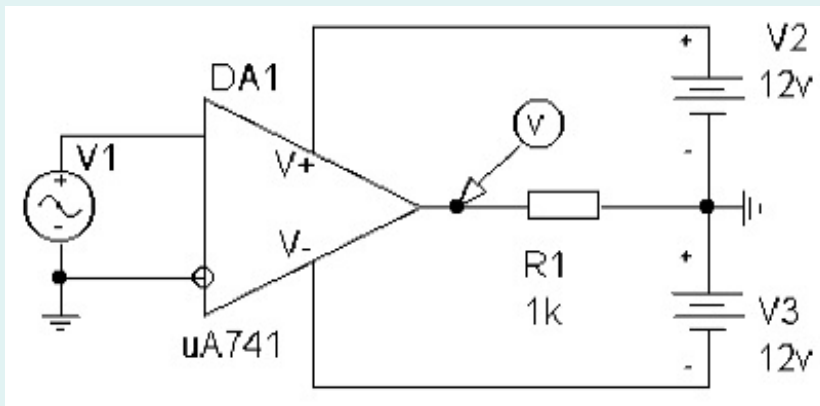
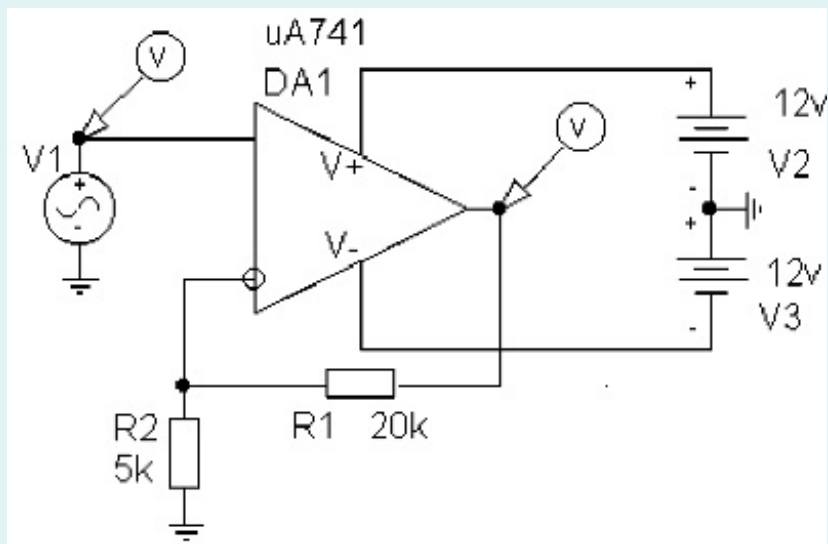
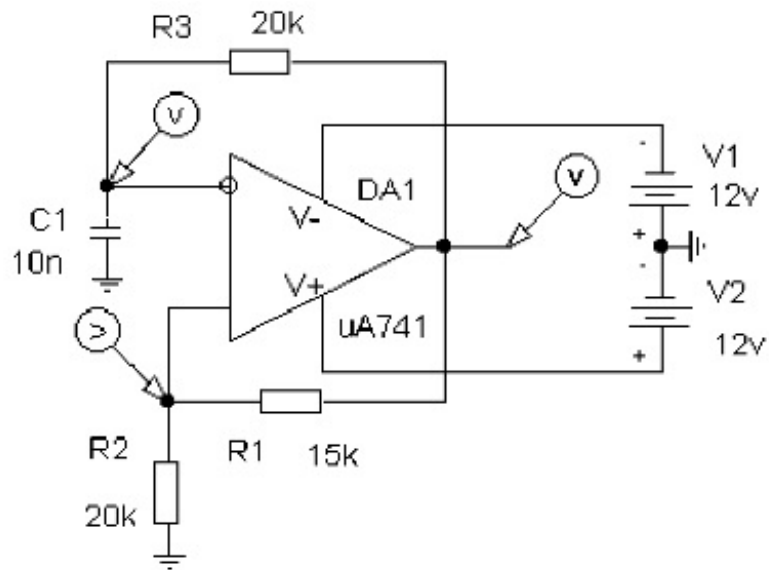

Рис. 5. Принципиальная схема подключения операционного усилителя для снятия АХ и АЧХ.
Рис. 7. Рабочая схема неинвертирующего усилителя на ОУ
Рис. 9. Схема мультивибратора на ОУ
1. Собрать схему для снятия амплитудной и амплитудно-частотной характеристик (рис. 5).
5. Собрать схему неинвертирующего усилителя (рис. 7) с параметрами, заданными в табл. 1. На вход подать синусоидальный сигнал с амплитудой 100 мВ и частотой 1 кГц и определить коэффициент усиления неинвертирующего усилителя.
7. Собрать мультивибратор (рис. 9) с параметрами элементов, указанными в табл. 1. Запустить схему и определить период следования прямоугольных импульсов.
5. Для снятия передаточной характеристики операционного усилителя необходимо собрать схему, показанную на рис. 5. Компоненты для этой схемы можно найти в библиотеке моделей: источник входного сигнала **V1 - VSIN**, источники питания **V2** и **V3 - VDC**, **операционный усилитель - uA741**, резистор - **R**, земля - **AGND** или **EGND**.
- в схеме (рис. 5) отключить и сдвинуть влево источник входного сигнала **V1**;
- собрать схему, показанную на рис. 7, воспользовавшись схемой рис. 5.
10. Для исследования работы мультивибратора необходимо используя схему на рис. 5 собрать схему изображенную на рис. 9.